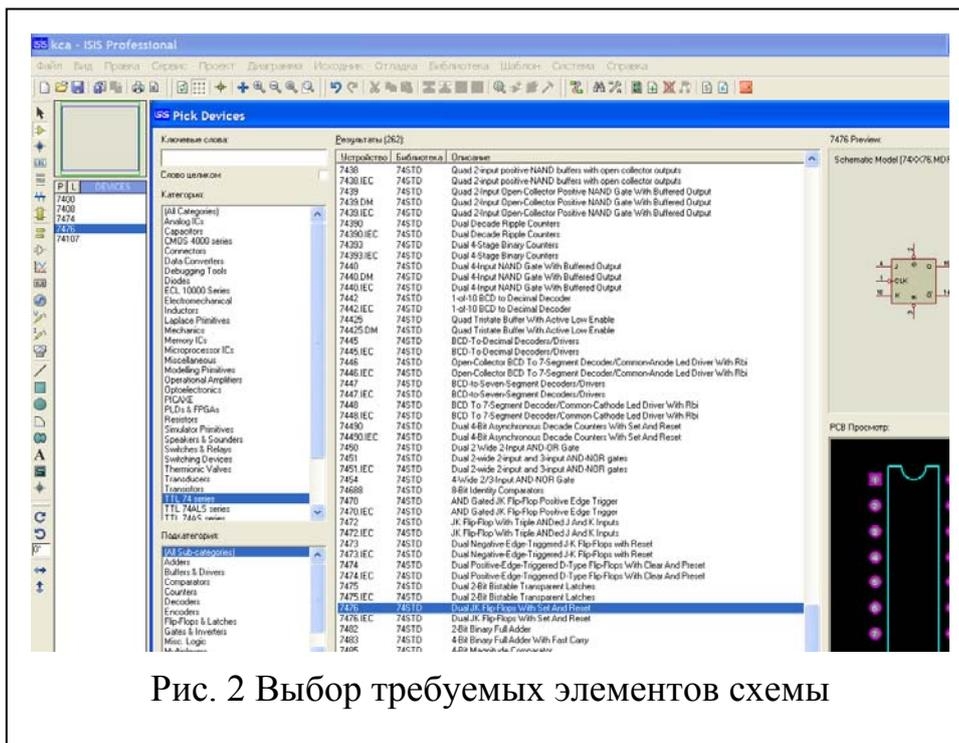

Рис. 2 Выбор требуемых элементов схемы
2. **Выберите требующиеся** Вам для синтеза схемы логические элементы (микросхемы «2И», «2И-НЕ», триггера и т.д.) из библиотек. Для этого щелкните левой кнопкой мыши по закладке «Р» и в появившемся окне «Pick Devices» (рис. 2) в окне «Категория» выберите строку «TTL 74 Series». После этого двойным щелчком левой кнопки мыши «наберите» требующиеся Вам микросхемы из списка, чтобы они появились в левой колонке окна проекта. Таблица соответствия микросхем 74-ой серии и логических элементов приведена ниже (Табл. №1):
6. Подключаем логические пробники к интересующим цепям, как правило, это **входные и выходные цепи устройства**, хотя при поиске «неисправностей» может понадобиться их подключение и к «предполагаемо неисправным» участкам цепей схемы. Для их выбора из библиотек щелкните левой кнопкой мыши по закладке «Р» и в появившемся окне «Pick Devices» (рис. 2) в окне «Ключевые слова» наберите **LOGICPROBE (BIG)**. После этого двойным щелчком левой кнопки мыши «выберите» указанный компонент из списка, чтобы он появился в левой колонке окна проекта. **Разместите их на поле чертежа и подключите к требуемым цепям** стандартным образом. Результирующая схема с подключенными приборами показана на рис. 9 (в ней добавлен ряд логических элементов для демонстрации подачи входных сигналов, периоды которых разли-